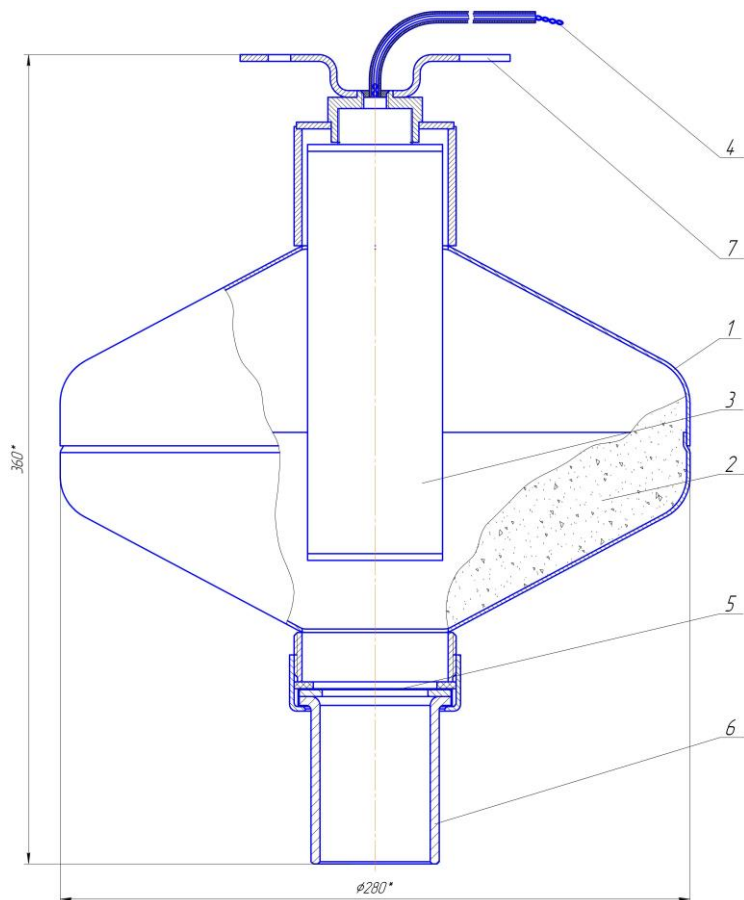

Рис. 2
3.1.1 МПП (рис. 2) состоит из корпуса **1**, в котором размещаются огнетушащий порошок (ОП) **2** и газогенерирующий элемент (ГГЭ) **3** с электроактиватором **4**. В нижней части корпуса, выходное отверстие которого перекрыто мембраной **5**, находится насадок-распылитель **6**. Соединительные провода электроактиватора ГГЭ **3** выведены через герметичный узел в корпусе МПП. В верхней части модуль снабжен кронштейном **7** для крепления к потолочному перекрытию.